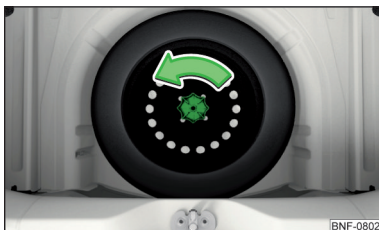

Fig. 150
Hjulet er placeret i en fordybning under bundbeklædningen i bagagerummet og er fastgjort med en sikkerhedsbolt » Fig. 150.
- › Skru sikkerhedsboltene ud i pilens retning » Fig. 150, og tag hjulet ud.
- › Skru sikkerhedsboltene helt i modsat pilens retning » Fig. 150.